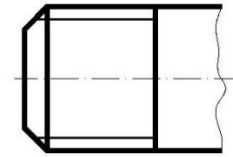

Рис. 3
- +а. Рис. 1 и Рис. 3
- б. Рис. 2 и Рис. 3